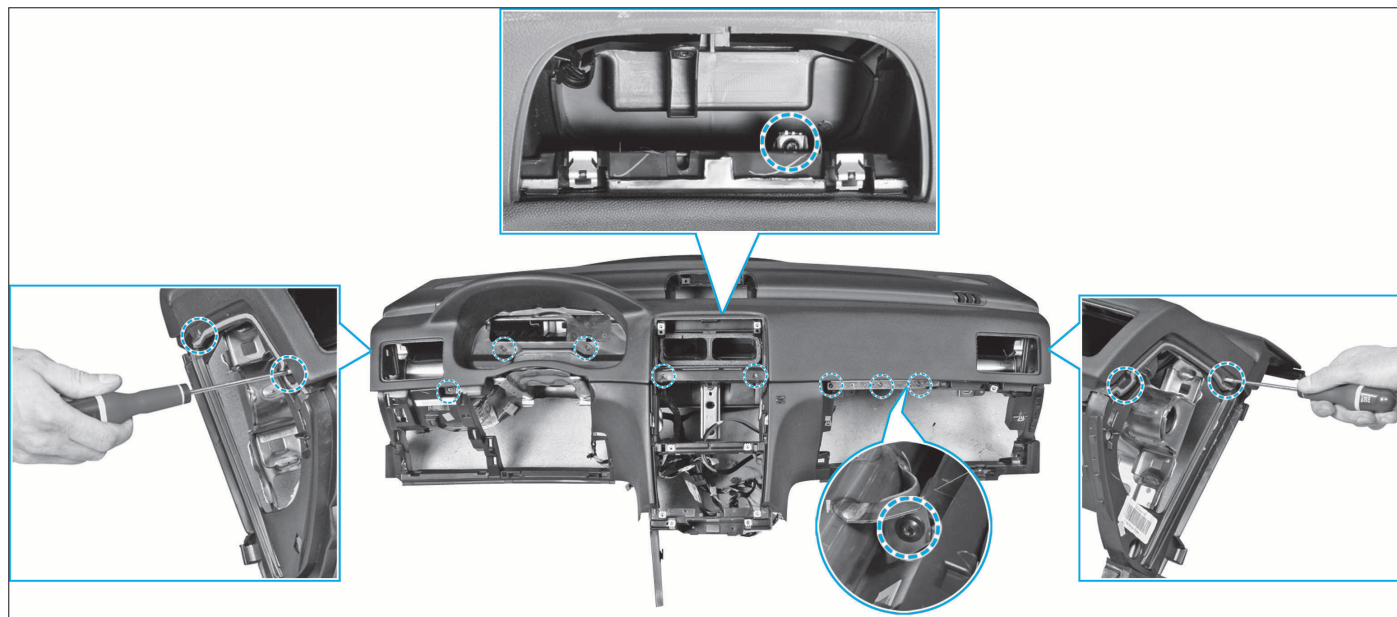

FIG. 7
- déposer les 14 vis comme illustré (Fig.7).